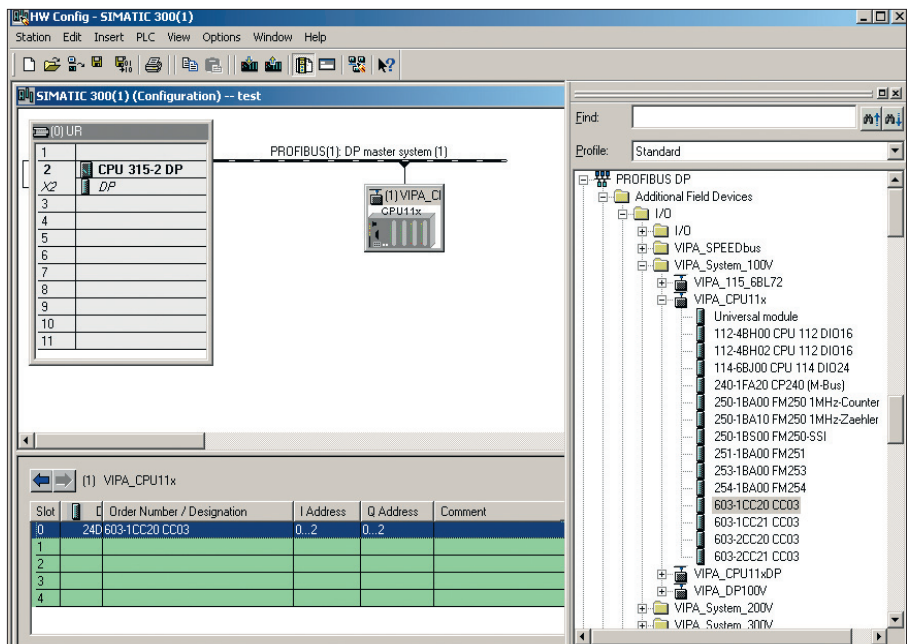

Рис. 3. Конфигурация компактной системы управления CC03
- В библиотеке **Hardware Catalog** выберите папку **PROFIBUS-DP** → **Additional Field Devices** → **I/O** → **VIPA** (рис. 3).
- Переместите мышью объект **VIPA_CPU11x** к линии сети PROFIBUS. В появившемся диалоговом окне **Properties PROFIBUS interface** выберите адрес **DP address**, равный 1, и нажмите **OK**. Теперь виртуальный ведомый DP-модуль соединён с PROFIBUS (рис. 3).
- В библиотеке **Hardware Catalog** откройте папку объекта **VIPA_CPU11x** и выберите из списка модуль **603-1CC20**. После двойного щелчка мыши модуль появится в слоте 0 (рис. 3). Кроме того, существует возможность добавления еще 4 модулей расширения системы 100V и 200V.